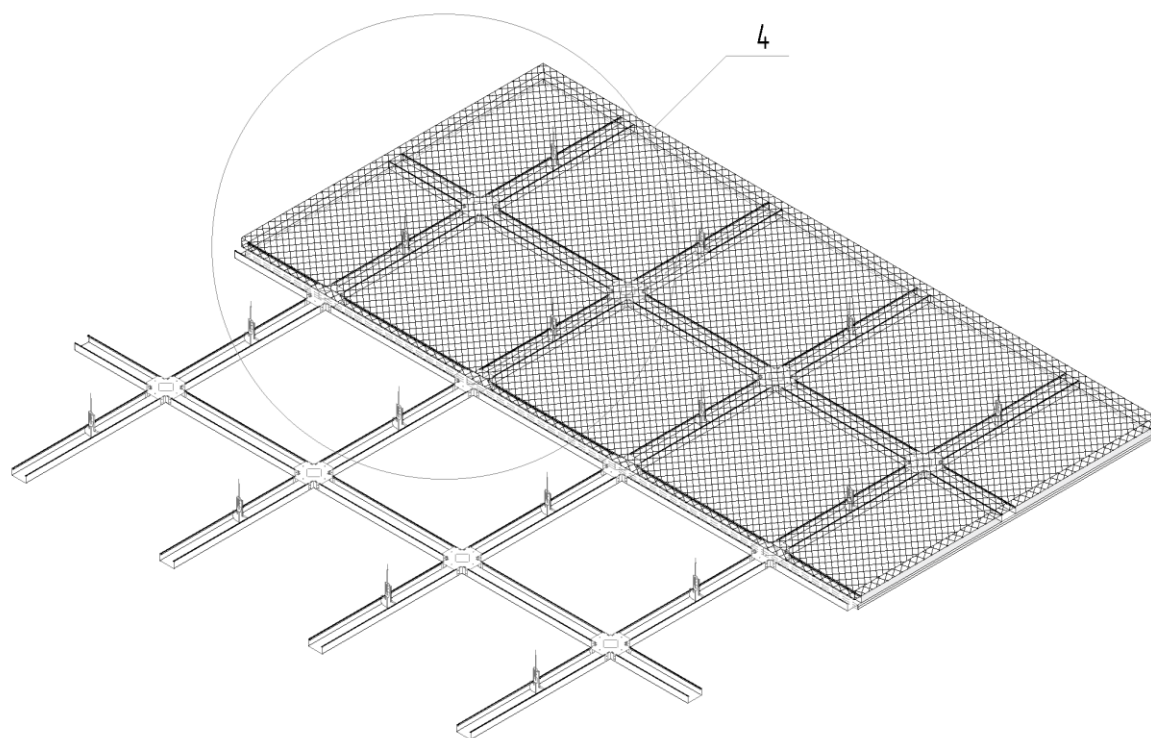
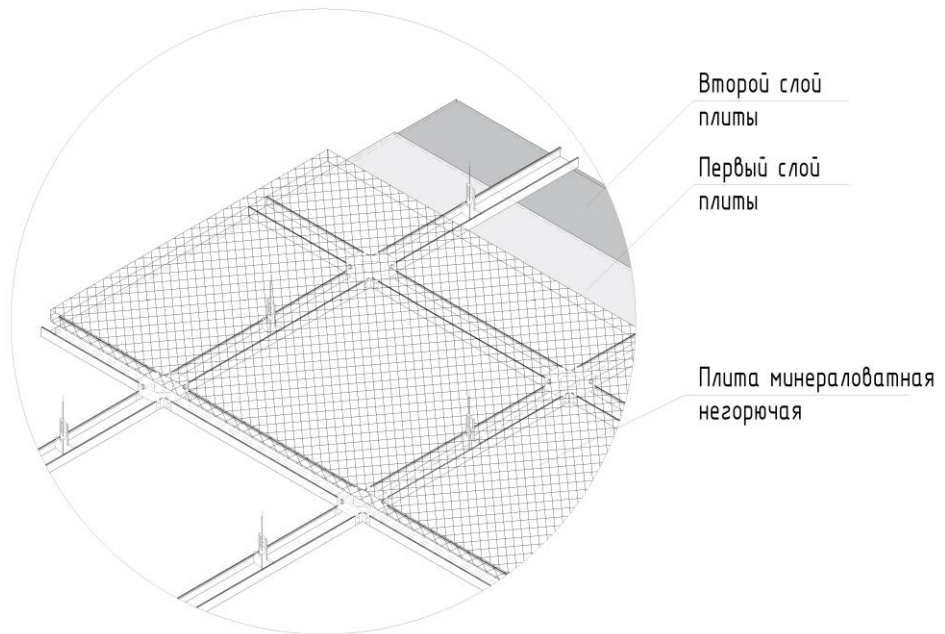

Рис. 13
Рис. 14
9. При необходимости, уложить минераловатные теплоизоляционные плиты толщиной 50 мм поверх каркаса на смонтированном участке, перед монтажом последующего участка плит. Укладка минераловатных плит производится с целью обеспечения сплошного теплоизоляционного слоя (рис. 13, рис. 14).